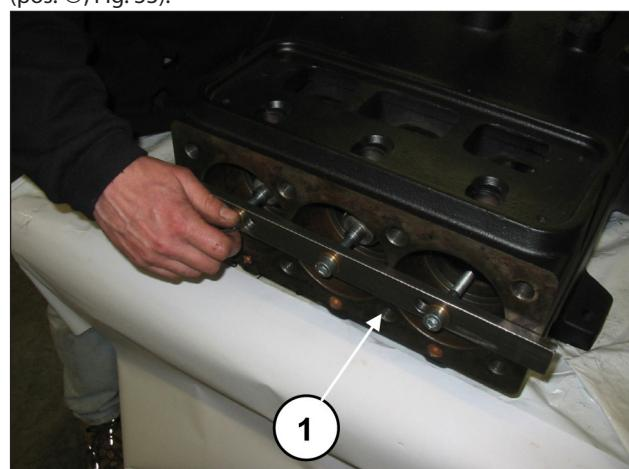
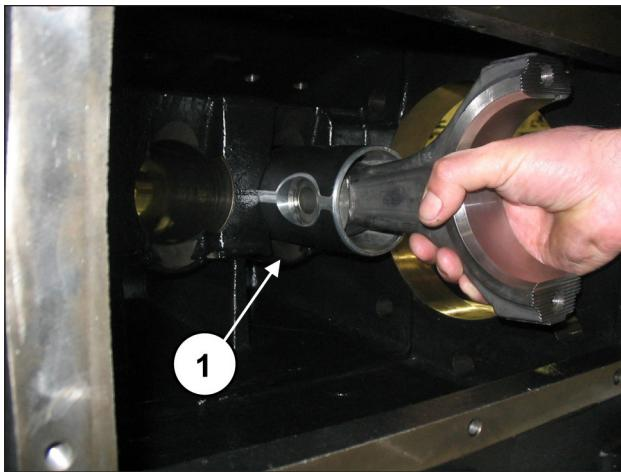

Fig. 32
Fig. 33
Procedere a svitare le viti dell'attrezzo cod. 27566200 per sbloccare le bielle (pos. ①, Fig. 32) e successivamente estrarre i gruppi biella-guida pistone dall'apertura posteriore del carter (pos. ①, Fig. 33).
Dopo aver verificato la perfetta pulizia del carter inserire il gruppo semibiella-guida pistone all'interno delle canne del carter (pos. ①, Fig. 33).
Bloccare i tre gruppi utilizzando l'apposito attrezzo cod. 27566200 (pos. ①, Fig. 32).
27566200 (pos. ①, Fig. 32).